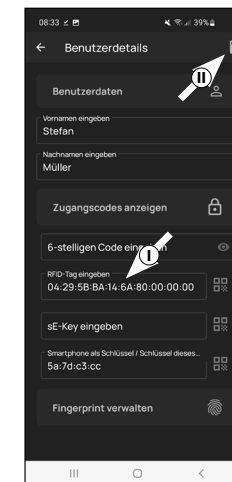

Fig. 7
- 7 Revenez à la fenêtre comportant les détails de l'utilisateur. Vous voyez dans le champ « Saisir sE-Key » que le transpondeur a été enregistré (I) (Fig. 7). Appuyez en haut à droite sur l'icône « Mémoriser » (II) (Fig. 7).